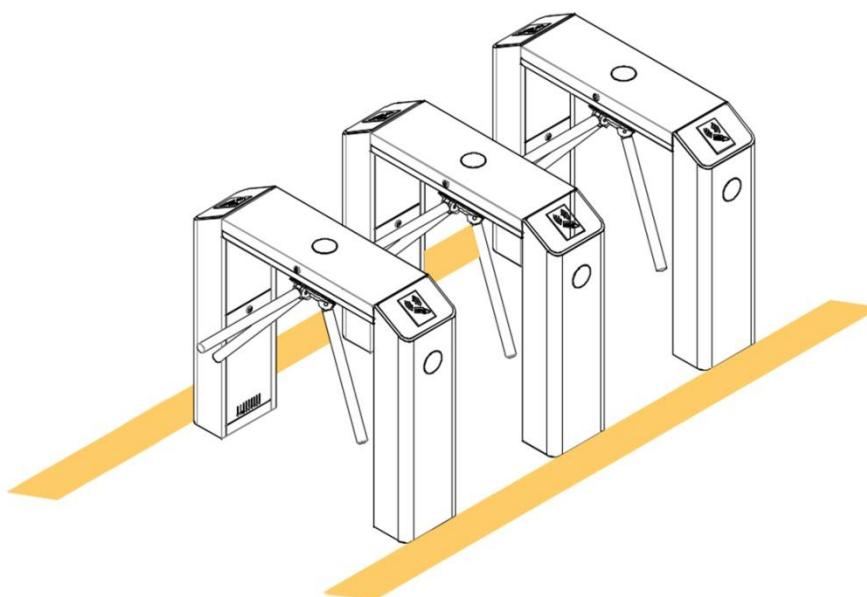

Рисунок 5
3. Дополнительно можно сделать напольную маркировку (см. Рисунок 5), предупреждающую пользователя, что необходимо остановиться на разметке для идентификации. Такая маркировка позволит снизить вероятность выхода турникета из строя вследствие неправильной эксплуатации.